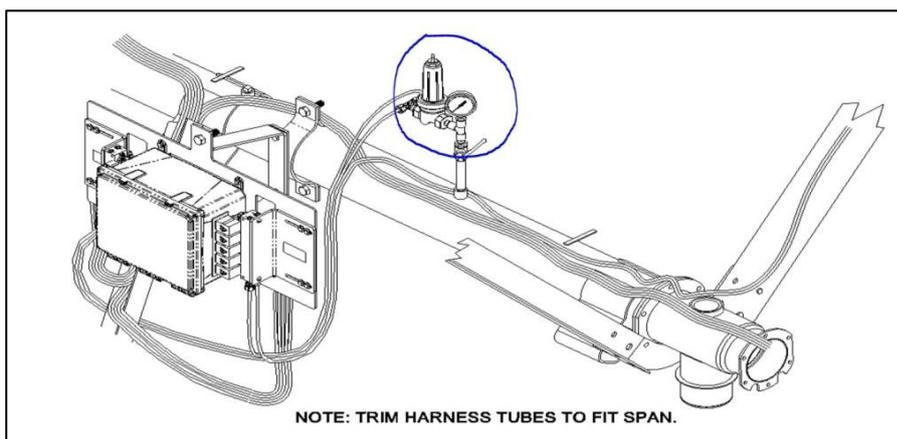

Abbildung 1
35.	Bei Corner-Systemen : Reinigung des Filters am Sequenzer (siehe Abbildung 1).